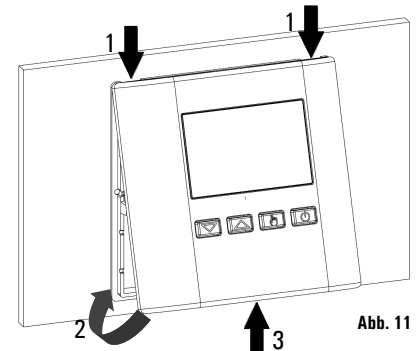

Abb. 11
- Klappen Sie nun das Gehäuseoberteil nach links (siehe Abb. 11). Drücken Sie nun die Verriegelung nach hinten und führen Sie nun das Gehäuseoberteil nach links, bis die Verriegelung einrastet.